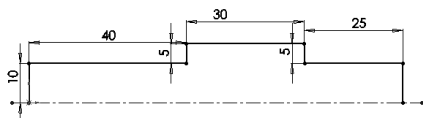

图 3-7 绘制草图
- (1) 执行【新建】/【零件】/【确定】命令，新建一个零件文件。
- (2) 在前视基准面上绘制草图，如图 3-7 所示。